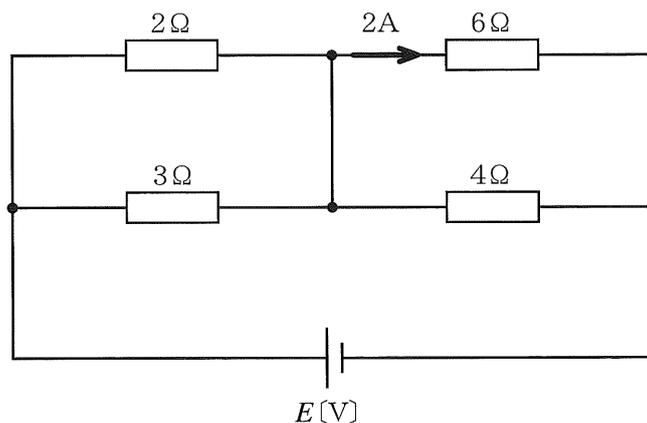

図1
- (3) 図1に示す回路において、6Ωの抵抗に流れる電流は2Aであった。この回路全体の消費電力は何[W]か。